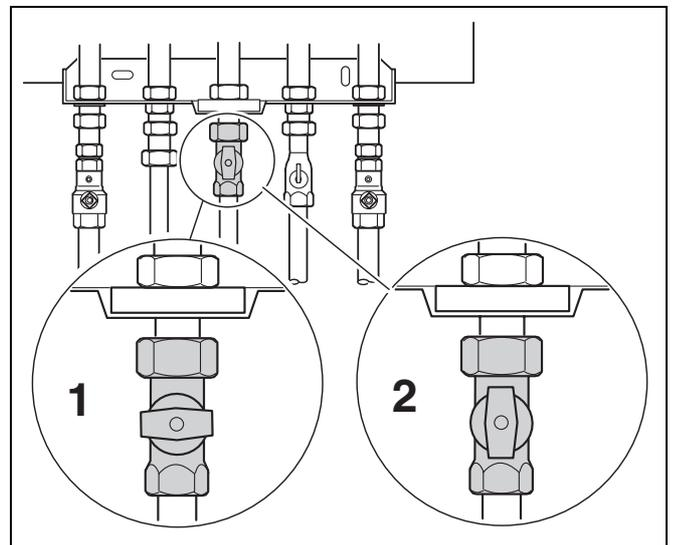

Fig. 22 Rubinetto d'intercettazione del gas
- Chiudere il rubinetto d'intercettazione del gas (fig. 22, pos. 1).
- Aprire il rubinetto d'intercettazione del gas (fig. 22, pos. 2). Far uscire all'aperto il gas che fuori esce con il tubo flessibile
- Quando non fuoriesce più aria, chiudere il rubinetto d'intercettazione del gas (fig. 22, pos. 1).